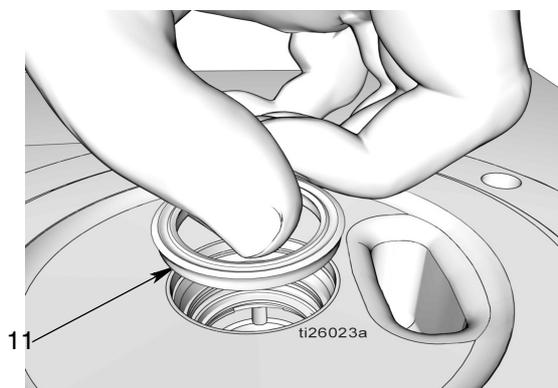

FIG. 39
- h. Monte la junta (11), con los bordes orientados hacia arriba como se observa en FIG. 39.